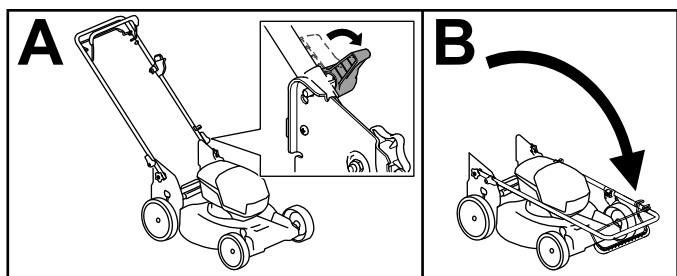

Figure 17
4. Déverrouillez le guidon jusqu'à ce que la moitié supérieure bouge librement (A de la Figure 17).
5. Rabattez le guidon complètement en avant (B de la Figure 17).
6. Pour déplier le guidon, répétez l'opération A de la Figure 17 et placez-le à la position d'utilisation.